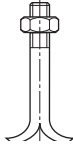

Fig. 8: Vis d'ancrage
- Accrocher les vis d'ancrage (voir fig. 8) dans les perçages prévus à cet effet.